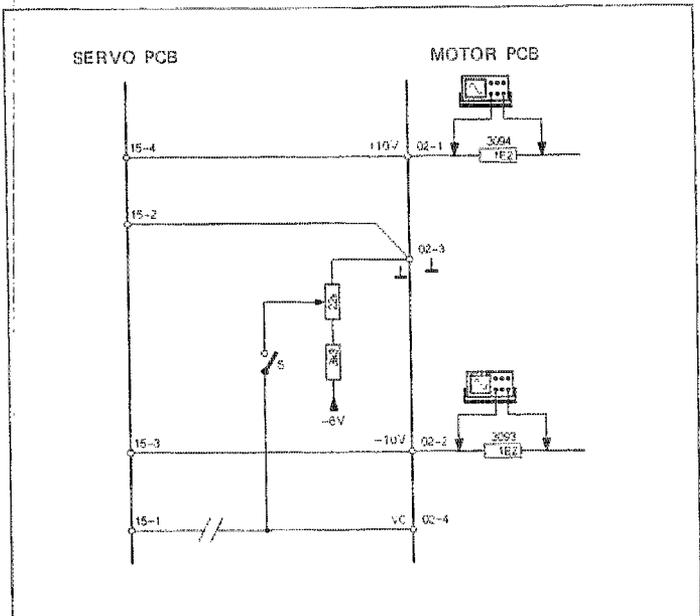
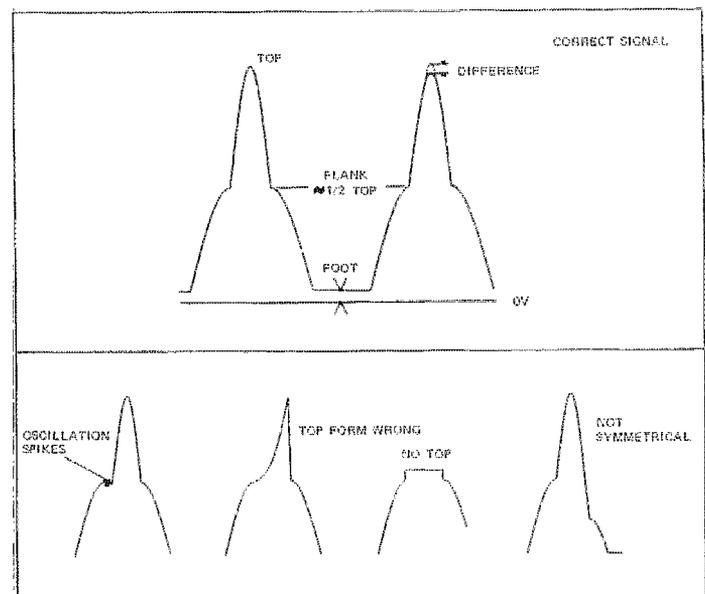

Fig. 4.18
Fig. 4.19
-&gt; Fig. 4.18 / Fig. 4.19
- Für ein einwandfreies Funktionieren müssen die Werte denjenigen von Fig. 4.19 oben entsprechen.
- Beispiele fehlerhafter Signalformen siehe Fig. 4.19 unten.